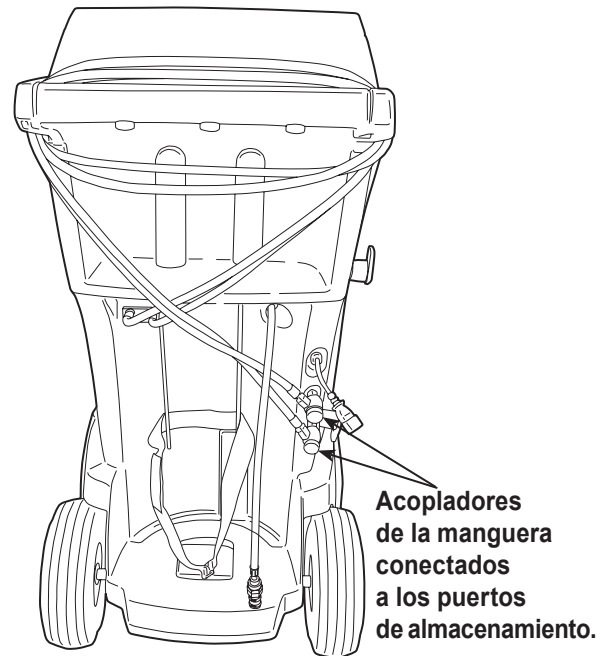

Figura 21
2. Enrolle las mangueras de servicio alrededor de la manija dos veces y conéctelas a los puertos de almacenamiento. Consulte Figura 21.